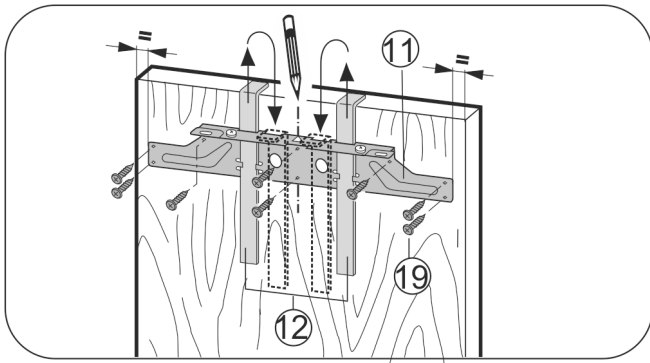

Fig. 26
- ▶ A rögzítő kereszttartót Fig. 26 (11) a szerelési segédeszközzel Fig. 26 (12) függessze a bútorajtó belső oldalára.
- ▶ Helyezze a rögzítő kereszttartót Fig. 26 (11) az ajtó közepére.
- ▶ A rögzítő kereszttartót Fig. 26 (11) legalább 6 csavarral Fig. 26 (19) erősítse fel.
- ▶ A rögzítő kereszttartót Fig. 26 (11) 4 csavarral Fig. 26 (19) erősítse fel a keretnél.
- ▶ A szerelési segédeszközöket Fig. 26 (12) felfele húzza ki és a mellette lévő nyílásokba elforgatva csúsztassa be.